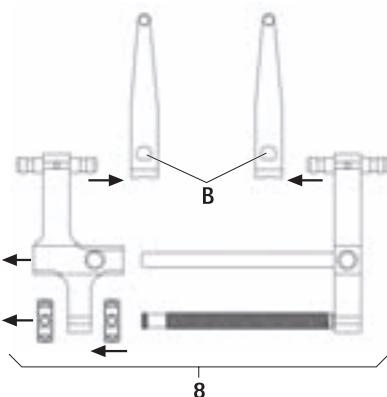

Fig. 4
- Desmontar o distractor 8 juntamente com as lâminas de distração, ver Fig. 4: Accionar a correija B e retirar a lâmina de distração.